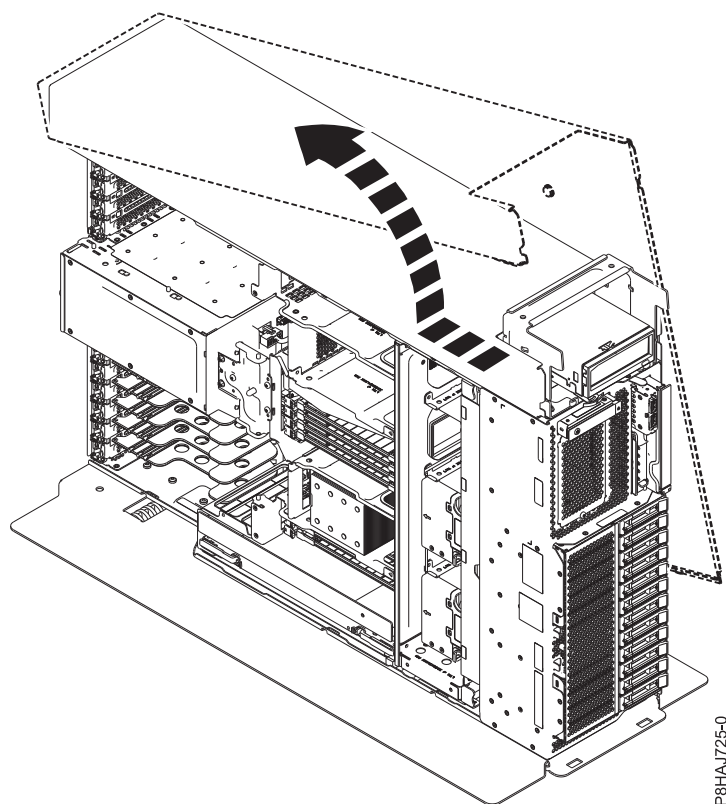

Figure 13. Retrait du capot latéral du système 8286-41A
- Séparez le capot latéral du système en le faisant coulisser dans la direction indiquée figure 13.